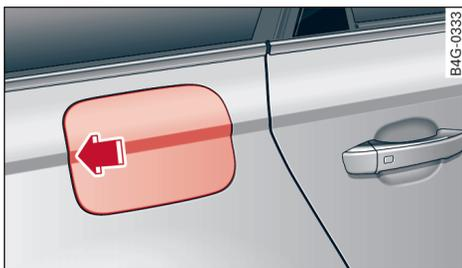

图 254 汽车的右后部：打开油箱盖
- ▶ 适用于：不带插电式混合动力驱动系统的汽车：按油箱盖的左侧以打开油箱盖 ⇒ 图 254。
- ▶ 要打开油箱盖时，请点按油箱盖左侧 ⇨ 179 页，图 254。